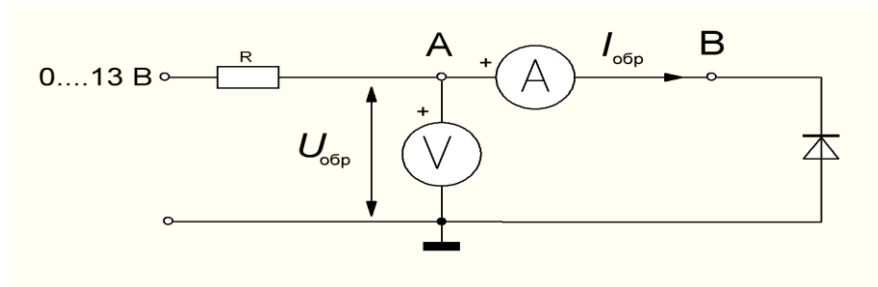

Рис. 3.9
- Измените схему для снятия обратной ветви вольтамперных характеристик, переключив вольтметр в точку А (до амперметра) и перевернув диод (Рис. 3.9).